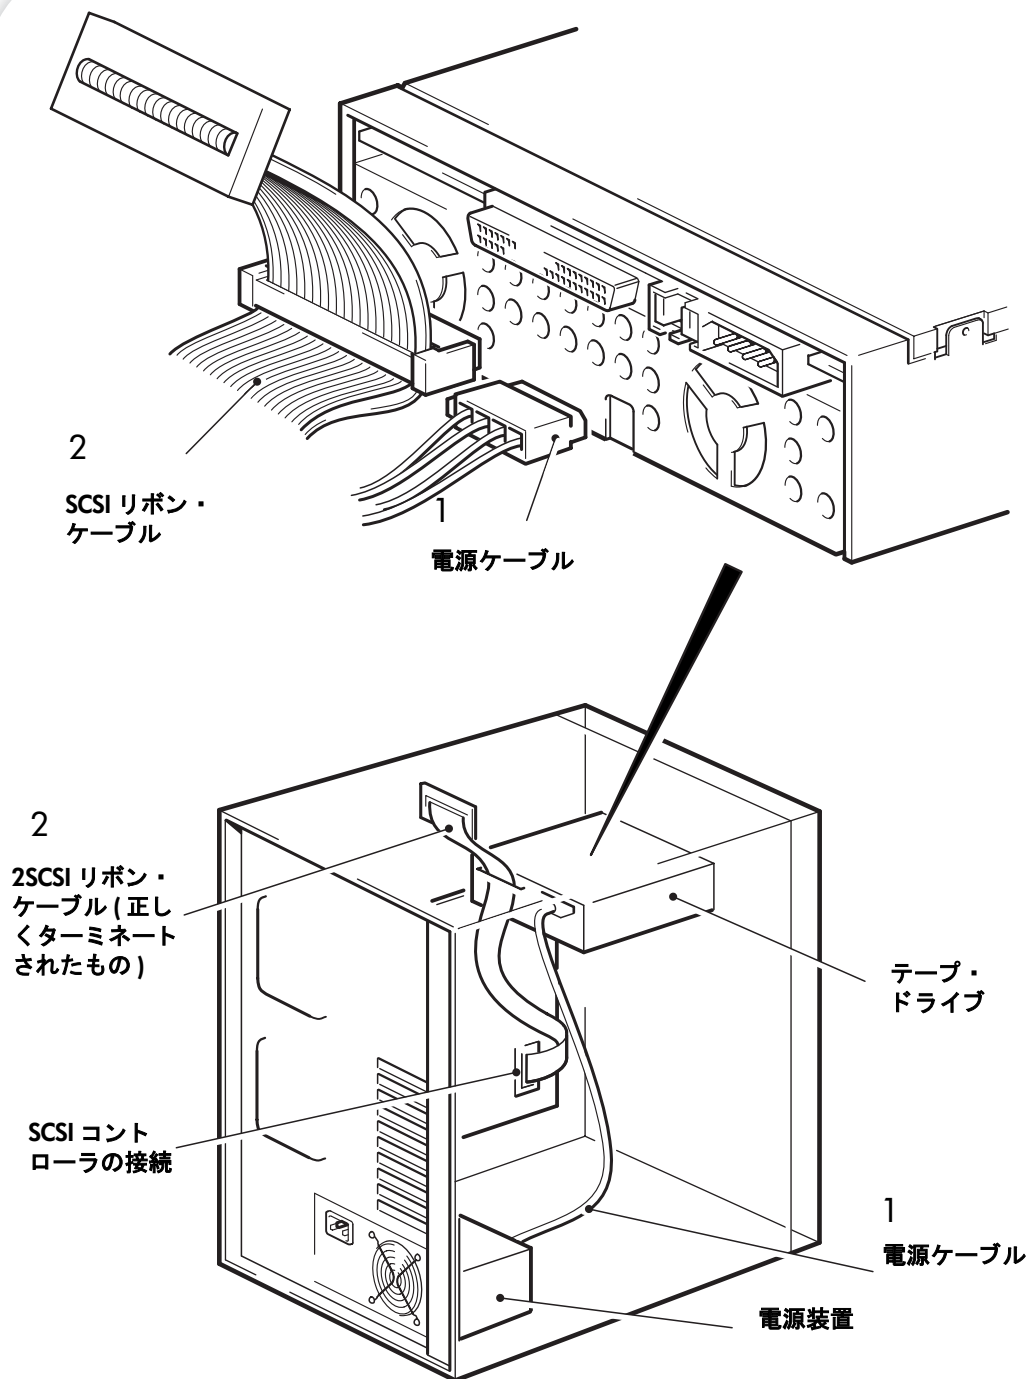

図 7: 電源ケーブルと SCSI ケーブルを接続する
- 2 図 7 の項目 1 に示すとおり、サーバ内部の電源装置から電源コネクタに電源ケーブルを取付けます。
- 3 図 7 の項目 2 に示すように、サーバまたは HBA の SCSI リボン・ケーブルの予備コネクタをドライブの SCSI コネクタに取り付けます。
したがって、HBA がバスの最初のデバイスである場合、図 7 の項目 2 に示されているように、2 番目のターミネータが最後のデバイスの後に接続されている必要があります。